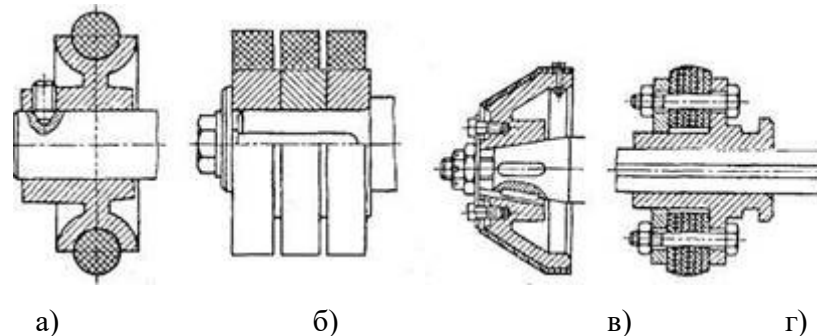

Рис.4 – Материалы трущихся поверхностей катков: а, б – резина; в – фибра; г – кожа
Такое сочетание материалов позволяет уменьшить требования к качеству обработки контактирующих поверхностей, так как они хорошо прирабатываются (рис.4, в).
4. Для передачи незначительных вращательных моментов - кожа, резина, прорезиненная ткань, ферродо, пластмасса по стали или чугуну. Один из катков изготавливают из стали или чугуна (чаще ведомый), а второй покрывают одним из перечисленных неметаллических материалов (рис.4, а, б, г).